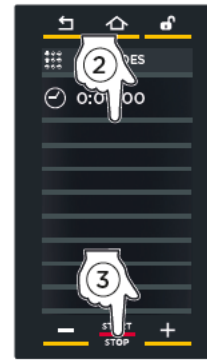

fig. M9
- 3 Bevestig door op de toets “START/STOP” (fig. M9) TE DRUKKEN.